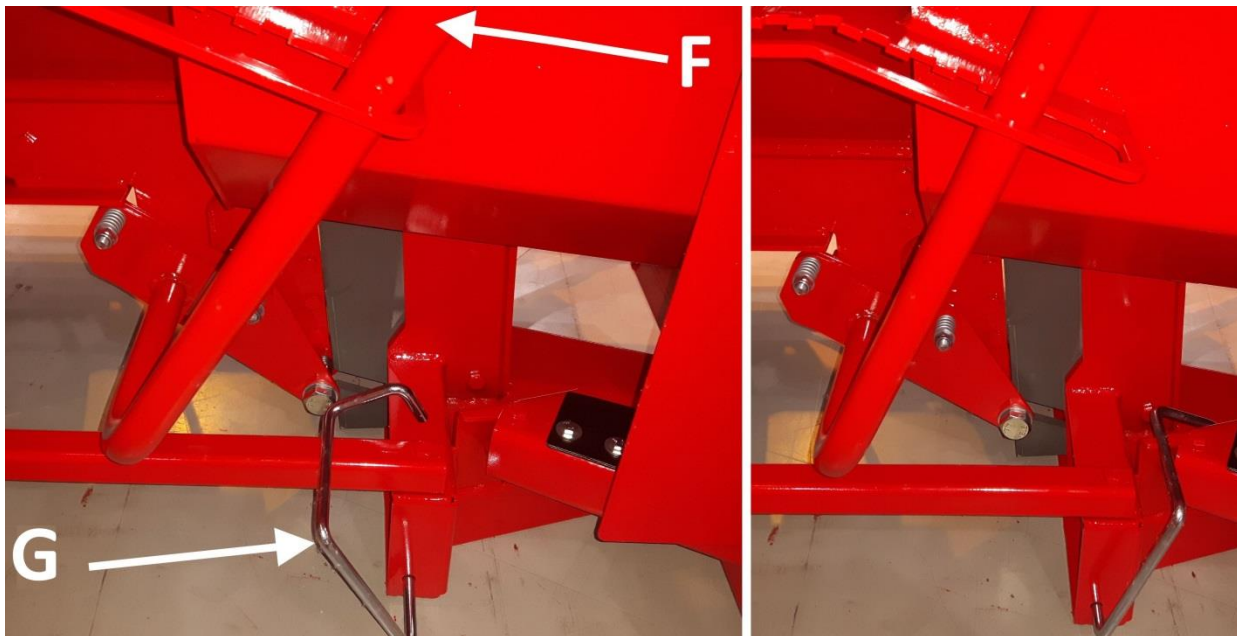

Abb. 16. Auf der Abbildung links ist der Spaltkeil entnehmbar, rechts ist er verriegelt.
Durch Heben des Keils in die oberste Stellung und Herausnahme von Holzscheiten aus dem Keiluntergestell kann der Keil auf einmal in die unterste Stellung gebracht werden (Abb. 16, rechts). Während der Reinigung oder dem Wechsel der Klinge muss der Maschinenschutz geöffnet oder die Maschine von der Stromquelle abgetrennt werden, damit weder das Sägen noch das Spalten funktionieren.
2. Senken Sie den Spaltkeil mit Hebel F (Abb. 11) in die unterste Position ab, so wie dies links auf Abb. 16 dargestellt ist.